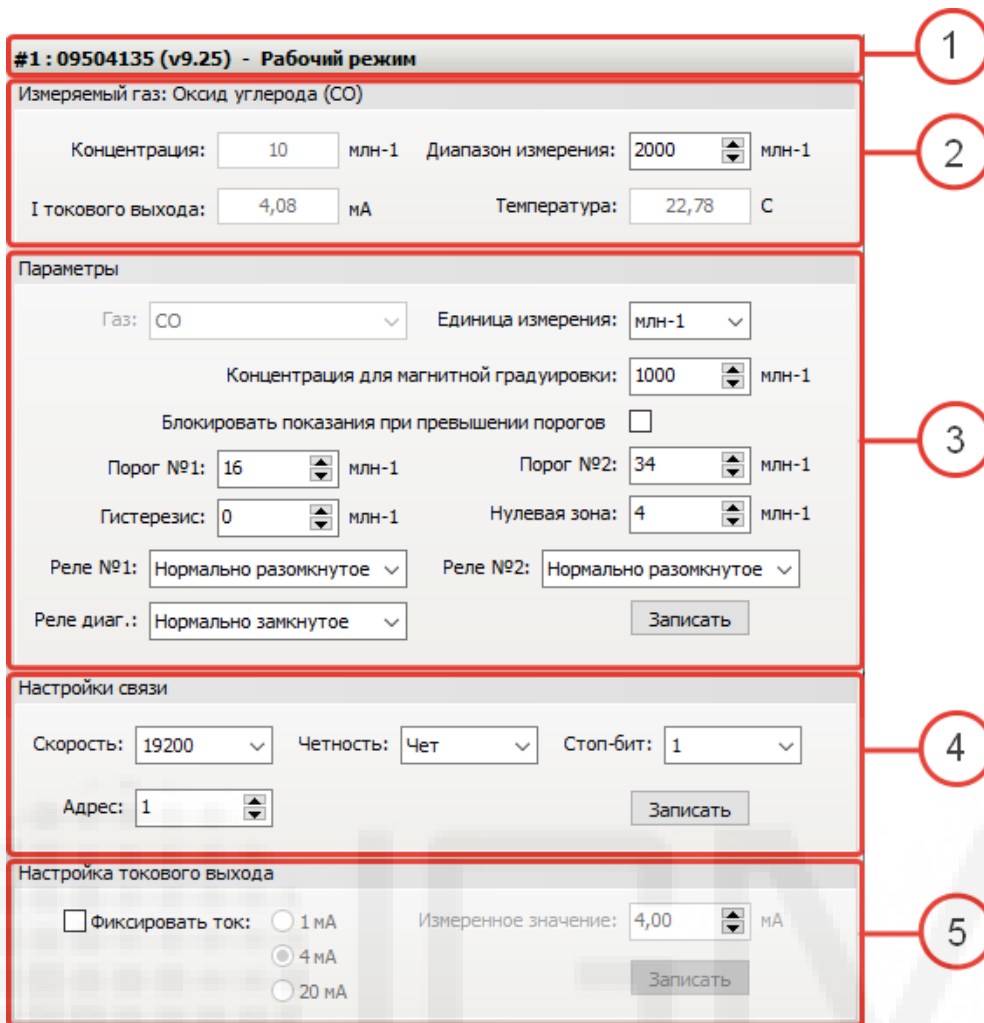

Рисунок 5 – Поле отображения/изменения текущих настроек прибора
Поле отображения/изменения текущих параметров прибора условно можно поделить на пять частей (рисунок 5):
- 2) Параметры и настройки выбранного прибора отобразятся в поле отображения/изменения текущих параметров прибора (рисунок 5);
- 2) Параметры и настройки выбранного прибора отобразятся в поле отображения/изменения текущих параметров прибора (поле Параметры) (рисунок 5);
- 2) Параметры и настройки выбранного прибора отобразятся в поле отображения/изменения текущих параметров прибора (поле Настройки связи) (рисунок 5);
- 2) Параметры и настройки выбранного прибора отобразятся в поле отображения/изменения текущих параметров прибора (поле Настройка токового выхода) (рисунок 5);